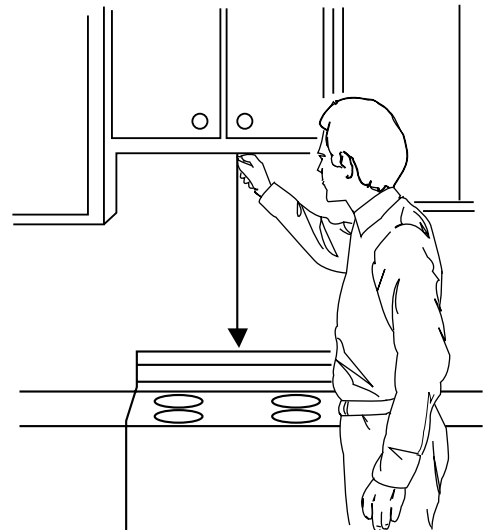

Figure 23
1. À l'aide d'un fil à plomb et d'un ruban à mesurer (en métal), trouver et marquer d'un repère l'axe central vertical du mur arrière, tel qu'indiqué à la figure 23.
REMARQUE: S'assurer que la largeur minimum est de 76 cm (30 po) et que la distance entre le haut du gabarit au mur et le dessus de la cuisinière ou du comptoir est d'au moins 76 cm (30 po). Voir la figure 23.